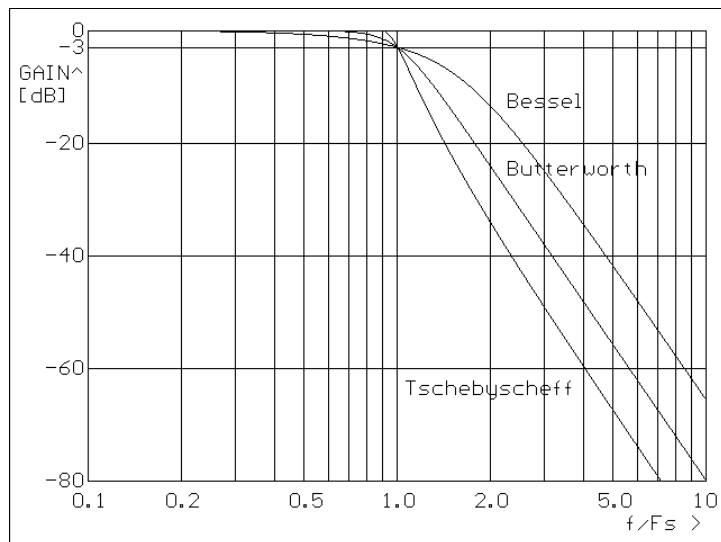

Abb. 7 - Amplitudengang
2. Man setzt im Sperrbereich eine in der Anwendung erforderliche Mindestdämpfung fest und liest die zugehörige Frequenz in Abb. 7 von der x-Achse ab.
Soll nun ein Bessel-Filter eine (Nutz-)Frequenz von 200 Hz noch zu weniger als 0,5 dB dämpfen, so muss die Eckfrequenz  $200 \text{ Hz} / 0,41 = 488 \text{ Hz}$  betragen. Ein Butterworth-Filter könnte die Eckfrequenz von  $200 \text{ Hz} / 0,77 = 260 \text{ Hz}$  haben, ein Tschebyscheff-Filter  $200 \text{ Hz} / 0,93 = 215 \text{ Hz}$ . Wie in Abb. 7 abzulesen ist, würde ein 488 Hz-Bessel-Tiefpass eine Einstreuung von 1000 Hz ( $f/F_s = 1000/488 = 2,05$ ) mit -14 dB bedämpfen. Für ein 260 Hz-Butterworth-Filter liegen die 1000 Hz an der Stelle  $f/F_s = 1000 / 260 = 3,85$ . Dort erreicht das Butterworth-Filter schon eine Dämpfung von -47 dB. Das 215 Hz-Tschebyscheff-Filter hat an der Stelle  $f/F_s = 1000 / 215 = 4,65$  sogar schon eine Dämpfung von -65 dB.